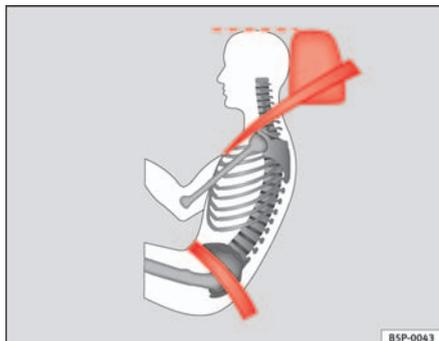

Fig. 14 Sangle bien ajustée et appui-tête correctement réglé (vue de côté)
- La sangle sous-abdominale de la ceinture de sécurité doit passer devant le bassin, jamais sur le ventre. La ceinture de sécurité doit s'appliquer bien à plat sur le bassin et l'enserrer fermement ⇒ **fig. 14**. Le cas échéant, resserrez légèrement la sangle.